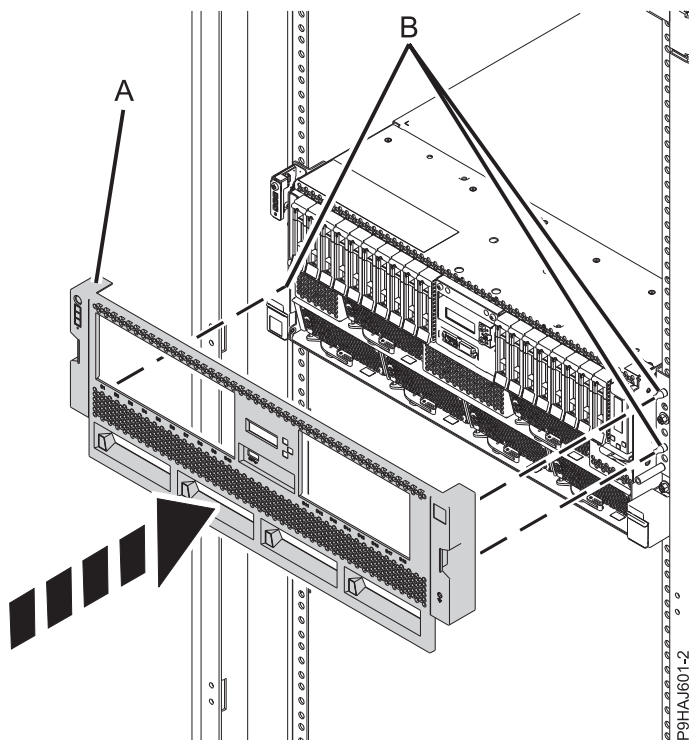

Figura 47. Instalación de la cubierta frontal
2. Para un sistema montado en bastidor, presione suavemente la cubierta frontal (A) hacia dentro hasta que quede encajada en su lugar. La cubierta tiene hendiduras para que se sujete más fácilmente. Utilice las patillas de alineación (B) para fijar la cubierta en el sistema, tal como se muestra en la Figura 47 en la página 70.